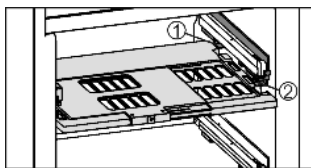

Fig. 8
- Vochtreguleringsplaat terugplaatsen: dekselranden van de plaat van onder in de achterste houder Fig. 8 (1) plaatsen en aan de voorkant in de houder Fig. 8 (2) vastklikken.